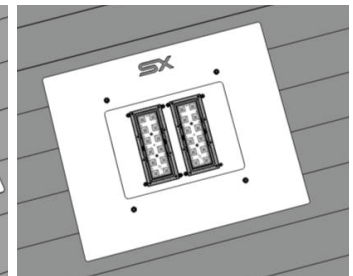

Figura 3
3. Com a base fixada, insira os módulos LED por dentro da base da Luminária com os LED's virados para baixo, conforme Figura 3;